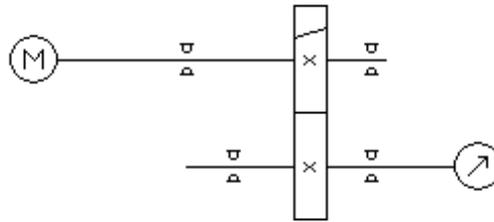

Рисунок 4.6
**Задание 4.** Условно укажите входной  и выходной  валы (рисунок 4.6)